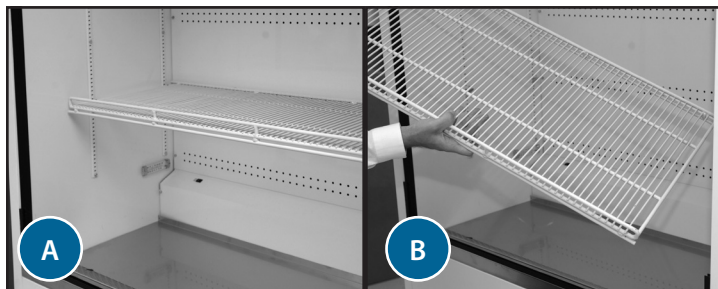

Abb. 1. Drehen Sie die Ablage um.
1. Drehen Sie die Drahtablage um. Die Rückseite der Ablage zeigt nach vorne. Siehe Abb. 1.